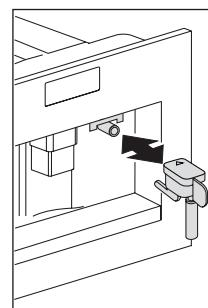

Fig. 13
- Assicurarsi che l'erogatore acqua sia agganciato all'ugello (Fig. 13).